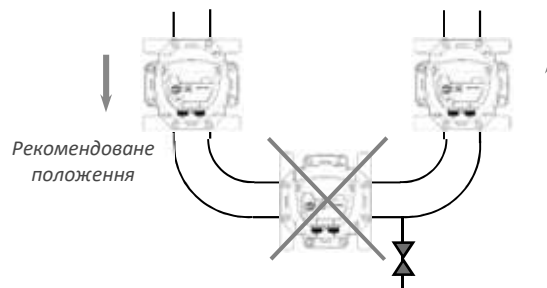

Рисунок 18. Вертикальне встановлення
6.4. Лічильники не рекомендується встановлювати в нижній частині трубопроводу. У разі вертикального встановлення лічильник рекомендується встановлювати за напрямком потоку газу зверху вниз (див. рис. 18).
- 7.2. Закрийте всі вентилі на трубопроводі (рис. 18). За всіх варіантів і на всіх стадіях пуску витрата газу, що проходить через лічильник, у жодному разі не повинна перевищувати значення близько 5 % від максимальної витрати (Q_{max}), зазначеної на панелі відлікового пристрою.